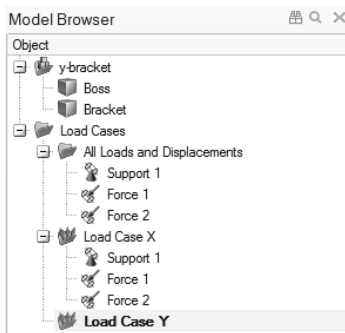

图 5-15
2) 此时, 一个新载荷工况即会被添加到模型浏览器中, 将其重命名为 Load Case Y 并按〈Enter〉键确认, 该工况即为当前载荷工况, 如图 5-15 所示。